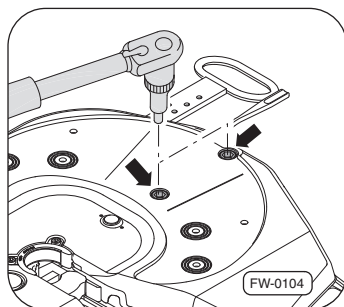

Fig. 27 · Montage de la plaque de la sellette d'attelage sur les sabots d'appui
3. Visser les nouvelles vis (4x) ⇒Fig. 27, –flèche– des sabots d'appui et les serrer au couple indiqué ⇒Page 37.